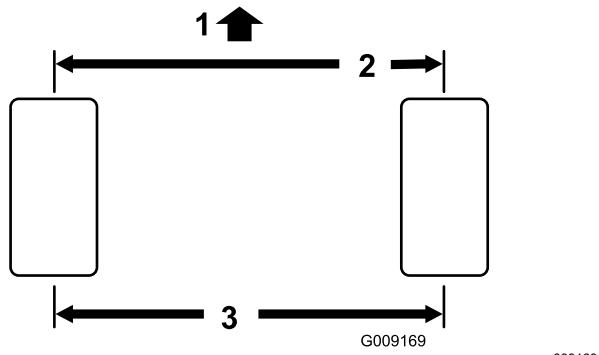

Рисунок 48
5. Измерьте расстояние между переднимишинами на высоте моста, с передней и задней стороны шин (Рисунок 48).